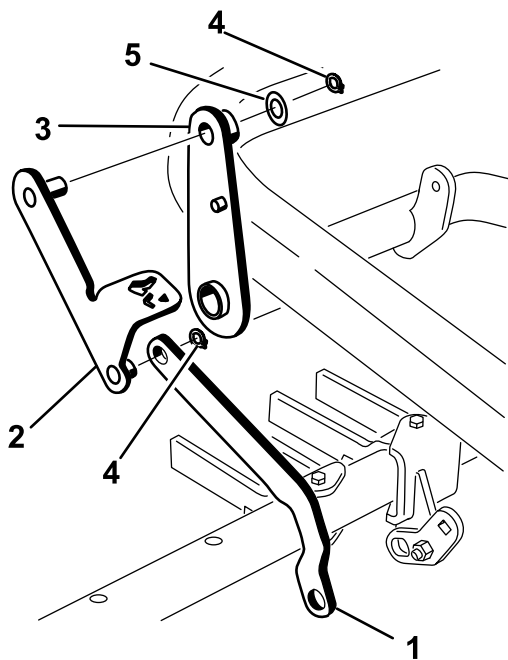

图 15
- 将机具架连杆的末端滑到踏杆总成的短立柱上并用卡环固定图 15。
- 穿过控制杆总成的顶部将立柱安装到踏杆总成的另一端并使用垫圈 7/8 英寸和卡环将其固定如图 15。